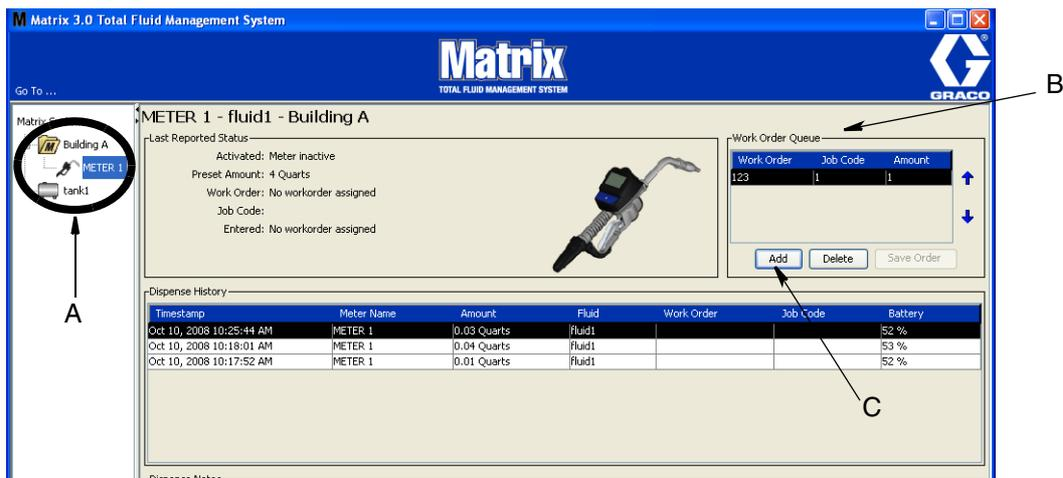

FIG. 186
1. Nell'area dei gruppi definiti dall'amministratore di sistema della schermata principale Matrix (A), selezionare il dosatore cui si sta inviando l'ordine di lavoro (FIG. 186).
2. Nella sezione della coda degli ordini di lavoro (B) della schermata, fare clic sul tasto Add (Aggiungi) (C) (FIG. 186). Sarà visualizzato un elenco di ordini di lavoro disponibili per questo dosatore.